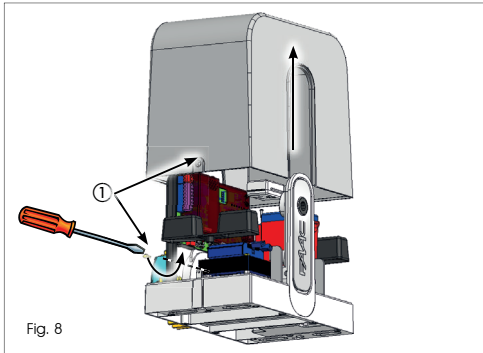

Fig. 8
1. Ta bort skyddshöljet genom att lossa de två skruvarna på sidan och lyfta upp höljet (Fig. 8).
**Fig. 8 och Fig. 9 hänvisar till motorspel C720**